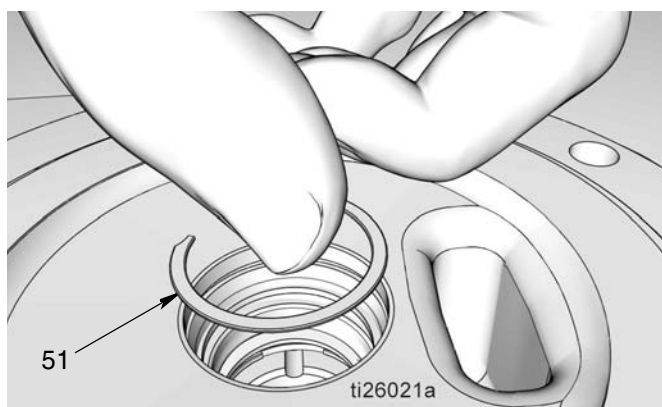

FIG. 34
- f. Monter l'anneau de retenue (51) (FIG. 34). Un « clic » doit retentir lorsque l'anneau de retenue arrive en appui dans la gorge.